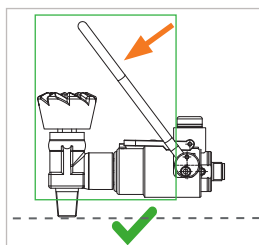
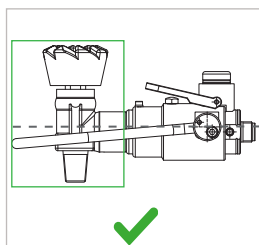

Figure 5
Figure 6
- ▶ Rabattez l'actionnement (n° 1) vers le bas (Figure 5). L'arceau de commande / levier doit pouvoir être manipulé facilement vers le bas sans forcer. L'actionnement (n° 1) est correctement positionné lorsque le dispositif de verrouillage (n° 8) s'enclenche avec un clic clairement audible. Ensuite, le dispositif de verrouillage (n° 8) passe d'une position horizontale à une position inclinée vers le haut. Les segments filetés se fixent fermement lors de la fermeture dans le filetage de la vanne de la bouteille. L'actionnement (n° 1) doit se trouver dans sa position finale sous le plan horizontal par rapport au connecteur (Figure 6).